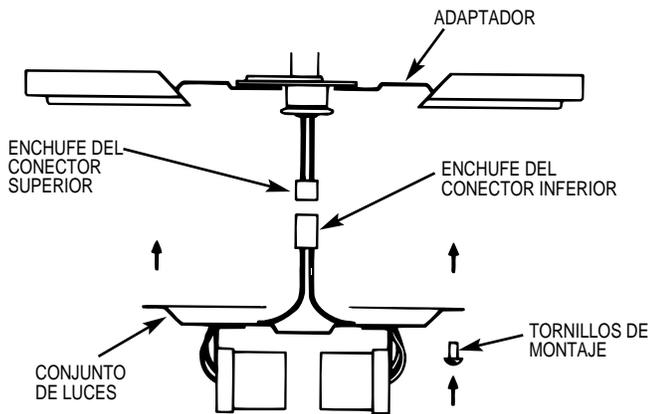

FIGURA 9A
B. Enchufe juntos los conectores superior e inferior. Fije el conjunto de luces al dispositivo adaptador usando (3) tornillos phillips de cabeza redonda de 3/8" de largo con arandelas de presión. Apriete bien los (3) tornillos. Vea la Figura 9A.